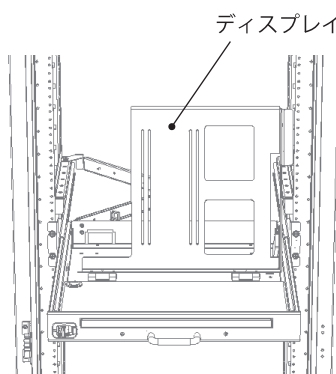

図 8
1. 液晶ディスプレイが取り付けやすい位置までディスプレイ収納台を引き上げてください。(図 8)